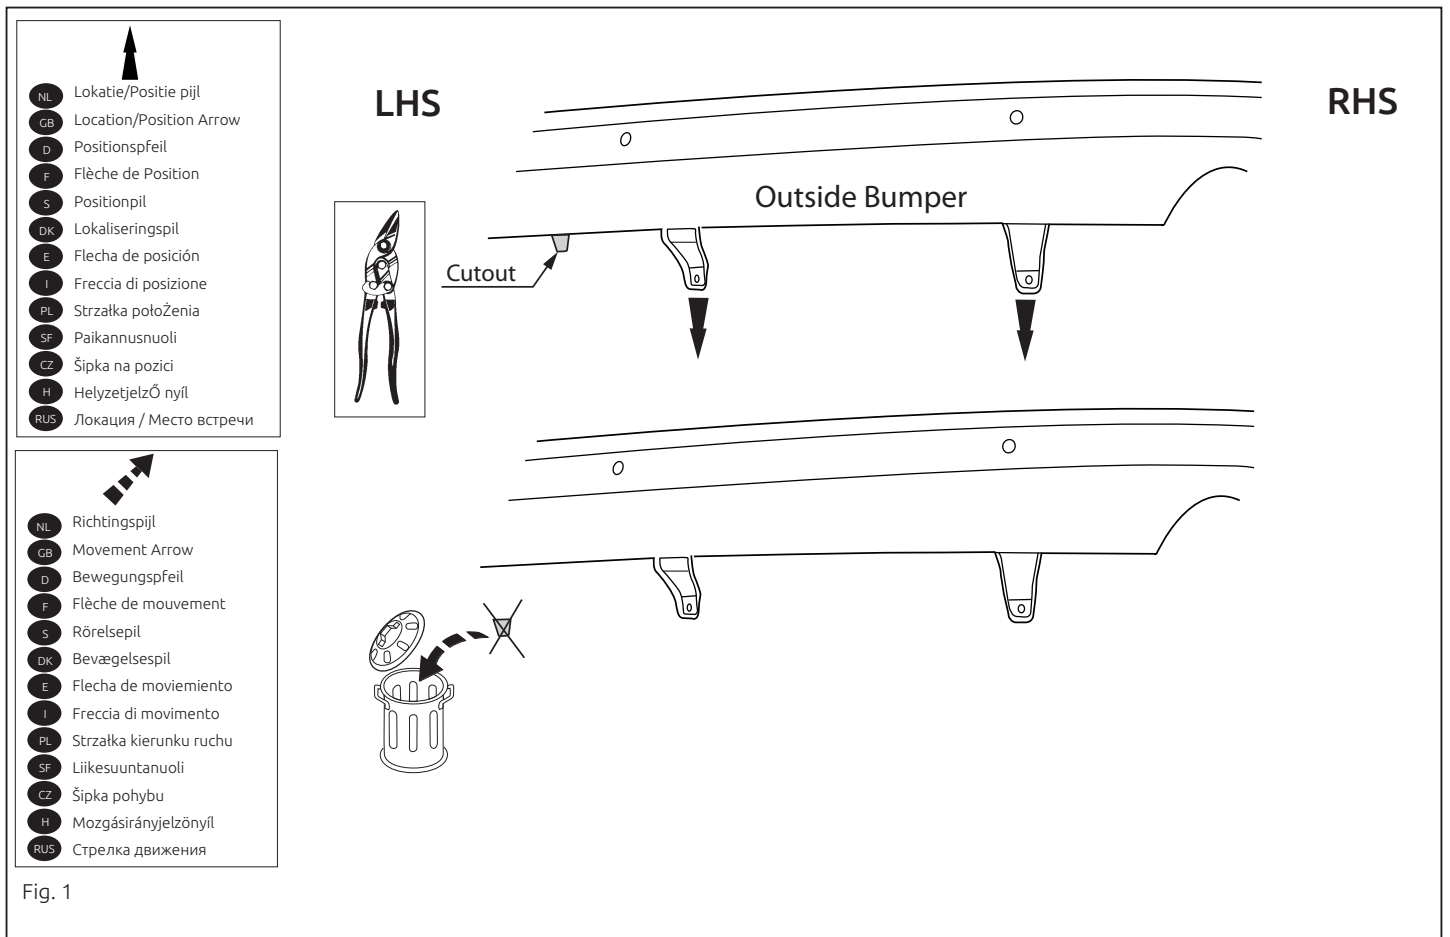

Fig. 1
1. Remove the parts indicated. See figure 1.
1. Den angegebenen Teils abmontieren. Siehe Abbildung 1.
1. Снять указанные детали. См. рисунок 1.
1. Démontez la parties indiquée. Voir la figure 1.
1. Demonter den angivne del. Se fig. 1.